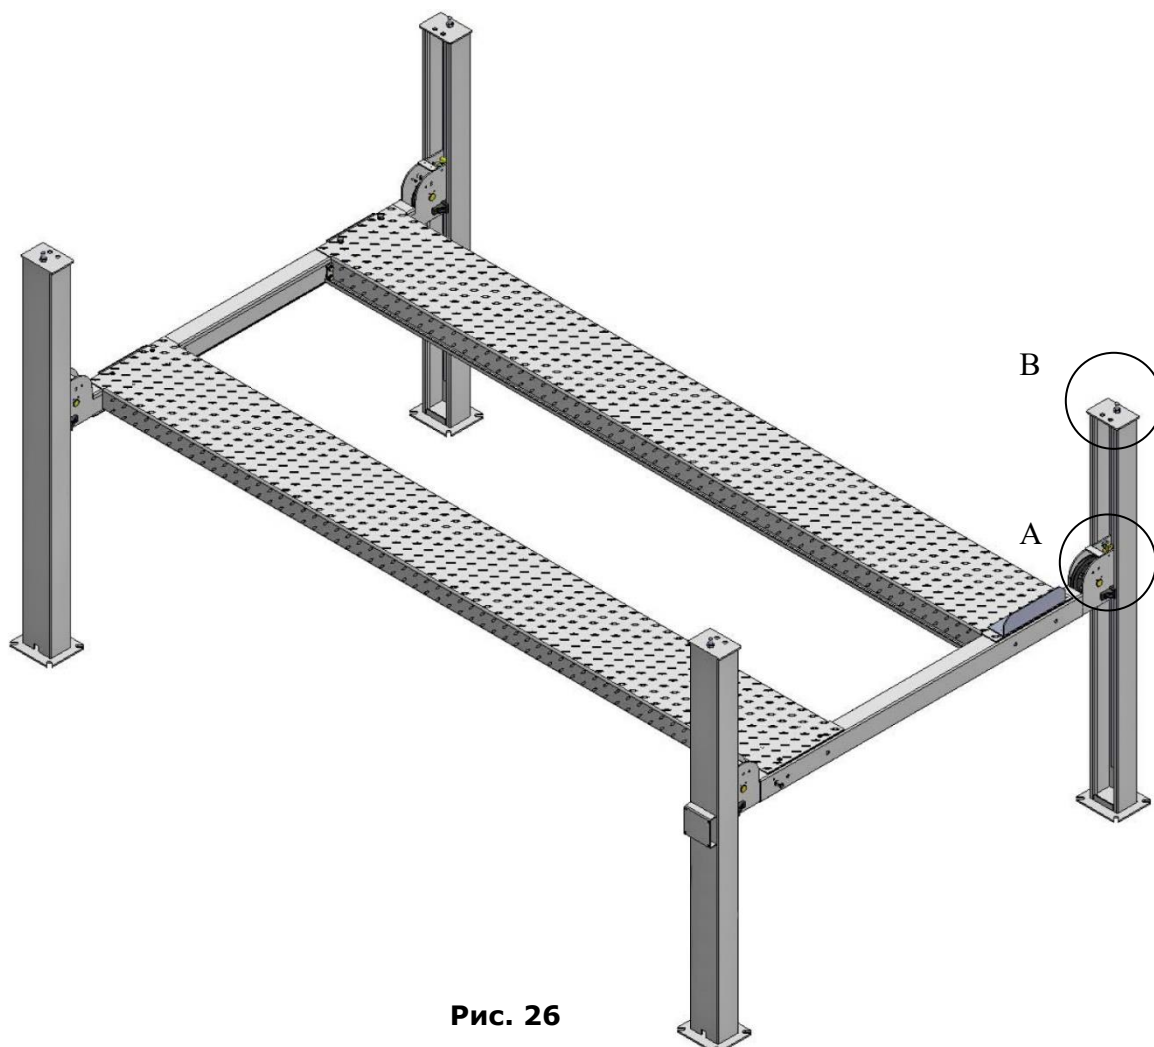

Рис. 26
2. Трос проходит через поперечную балку к верхней плите колонн и фиксируется гайками. (См. Рис. 26)